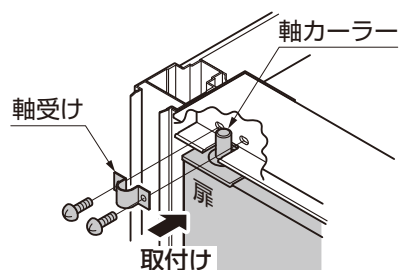

図6-7
- ④扉上部の軸カーラーを軸受けで押さえ、取外したネジを取付け、扉を固定してください。（図6-7参照）